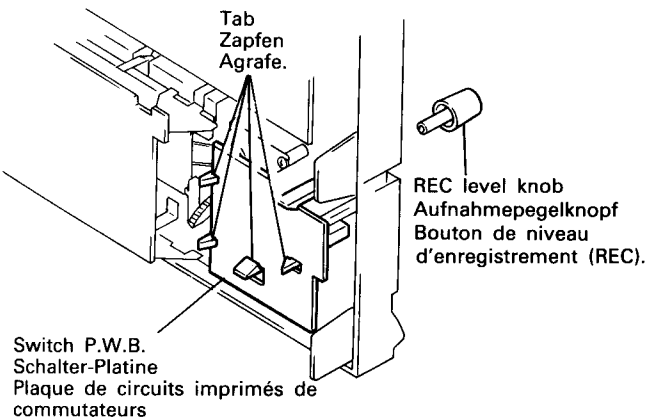

Fig. 7 Abb. 7
7. **Schalter-Platine (Abb. 7)**
**7. Plaque de circuits imprimés de commutateurs (Fig. 7)**